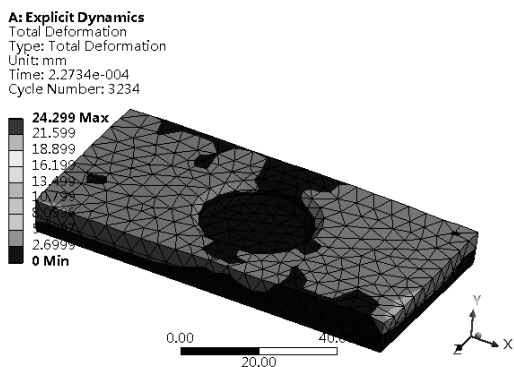

图 11-64 总变形分析云图
Step4：选择 Outline（分析树）中 Solution（A6）下的 Total Deformation（总变形）选项，此时会出现如图 11-64 所示的总变形分析云图。